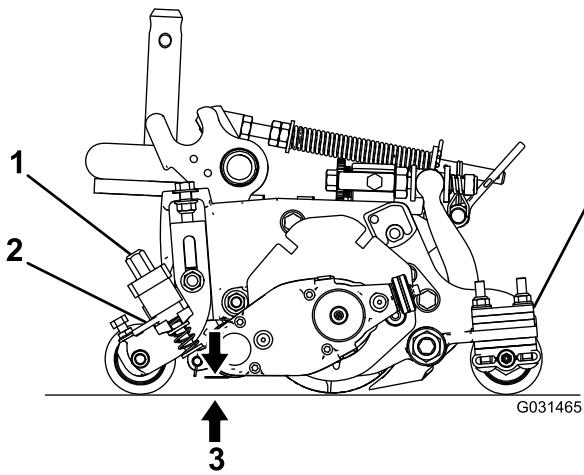

Bild 20
3. Drehen Sie die Express-Hubhebel (Bild 20) auf die EINGEKUPPELTE Stellung (der Griff zeigt zur Vorderseite der Schneideeinheit).
4. Messen Sie an einem Ende der Groomerspindel den Abstand von der niedrigsten Spitze des Groomermessers bis zur Arbeitsoberfläche (Bild 20). Drehen Sie das Handrad zur Höheneinstellung (Bild 20), um die Spitze des Groomermessers auf die gewünschte Höhe anzuheben oder abzusenken.